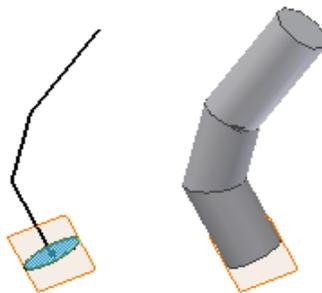

Figura 39. Operación antes y después del comando barrido.
6. **Pulse Aceptar**. Se crea la operación de barrido. Ver figura 39.